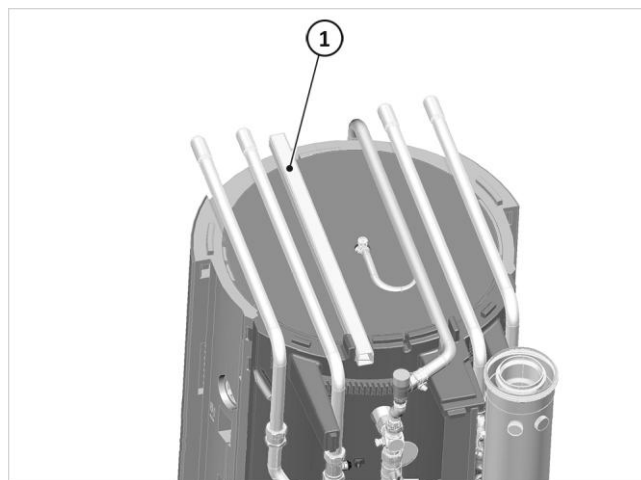

Fig. 104: Canal de guía de cable
1. Extraer el cable de Modbus de la caja de conexión a través del canal guía de cables, → fig. 104 (1), a la zona de la tapa.